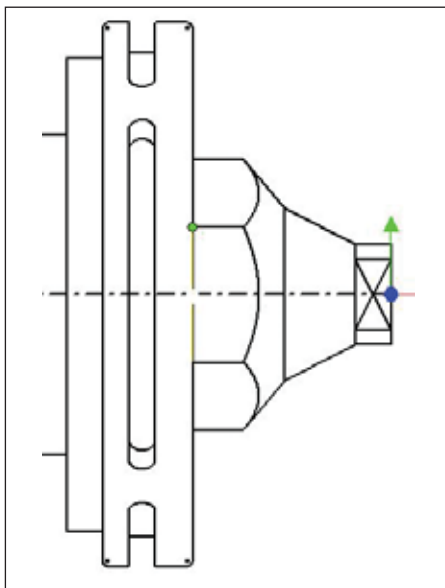

Рис. 19
**Шаг 17.** Для определения обрабатываемой геометрии используем ЛКМ команду *Выбор* рабочей зоны *Геометрия*. В окне *Редактор геометрий* выбираем опцию *От точки к точке* и определяем отрезок, приведенный на рис. 19.